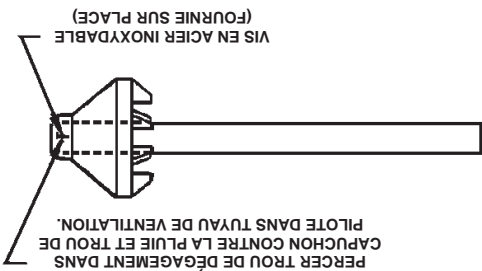

Figure : 27
- Cimenter le capuchon contre la pluie au tuyau de plus petit diamètre de la trousse, voir « Figure : 27 ».
REMARQUE : Au lieu de cimenter le plus petit tuyau au capuchon de pluie, il est également possible d'utiliser une vis en acier inoxydable fournie sur place pour sécuriser les 2 composants ensemble et ce, lorsqu'un démontage sur site est souhaité pour le nettoyage, voir « Figure : 27 ».
- Cimenter le capuchon contre la pluie au tuyau de plus petit diamètre de la trousse, voir Figure 27.
REMARQUE : Au lieu de cimenter le plus petit tuyau au capuchon de pluie, il est également possible d'utiliser une vis en acier inoxydable fournie sur place pour sécuriser les 2 composants ensemble et ce, lorsqu'un démontage sur site est souhaité pour le nettoyage, voir Figure 27.